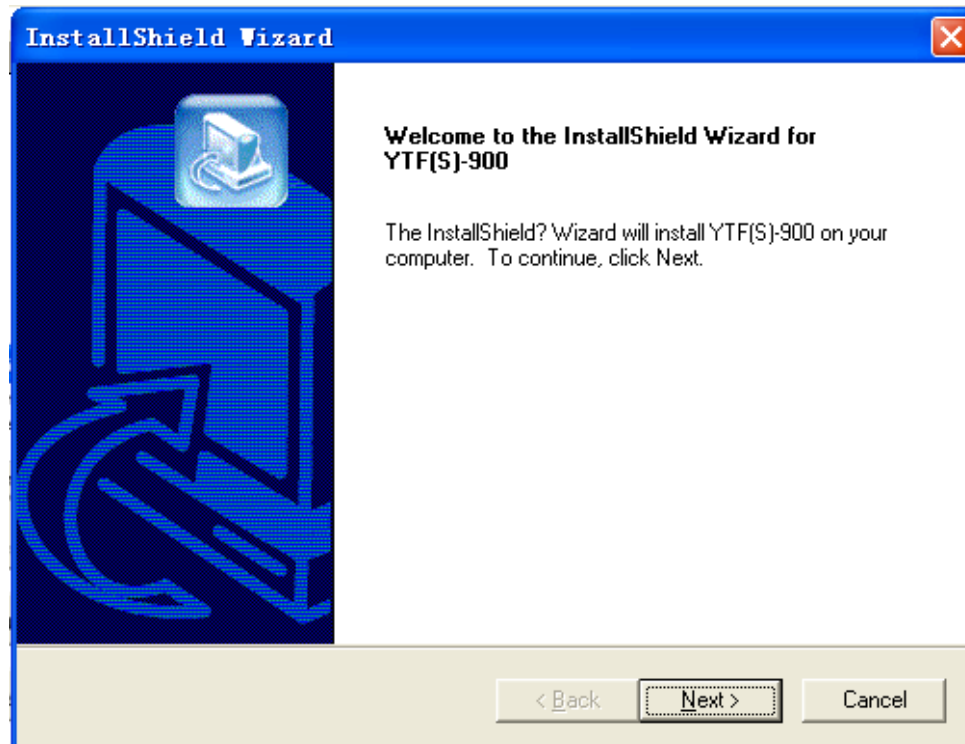

图 17
4.1.1 双击运行维护盘中的文件 Setup.exe，将出现图 17（提示欢迎使用 YTF(S)-900 安装软件），单击“Next”按钮，进入安装程序的下一步。